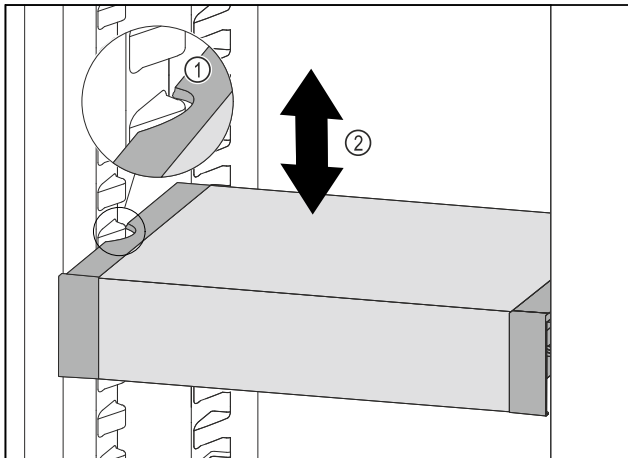

Fig. 58
- ▶ Tire del VarioSafe hacia delante hasta que los huecos laterales del VarioSafe se encuentren a la altura de la nervadura del recipiente en el compartimento del frigorífico. Fig. 58 (1)
- ▶ Mueva el VarioSafe hacia arriba o hacia abajo en el compartimento del frigorífico hasta alcanzar la altura deseada. Fig. 58 (2)